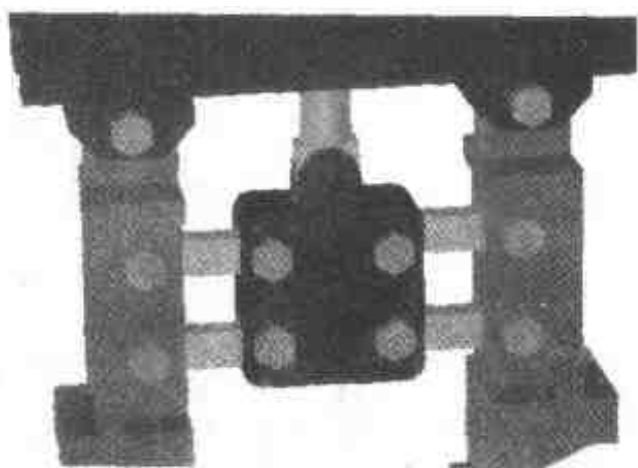
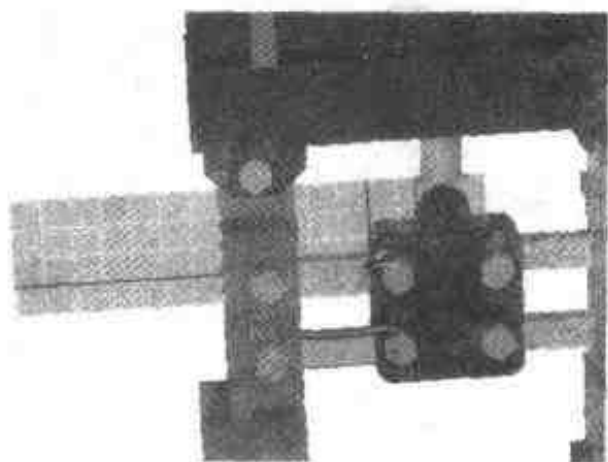

图 5.66 连杆的水平移动
图 5.67 添加连杆的动画
- (4) 关闭【三维球】, 单击【打开】按钮进入动画状态, 单击【播放】按钮观察动画效果, 结果如图 5.66 所示。
- (5) 对其他 3 个连杆进行相同的动画制作, 注意它们的移动方向, 最后观察 4 根连杆的动画效果, 均为平移动画。
- (6) 在零件编辑状态下选择左上角的连杆, 单击【智能动画】按钮, 弹出【智能动画向导】对话框, 选择【旋转】单选按钮后, 在下拉列表中选择 along height direction 选项, 将旋转角度改为-30, 单击【确定】按钮, 结果如图 5.67 所示。